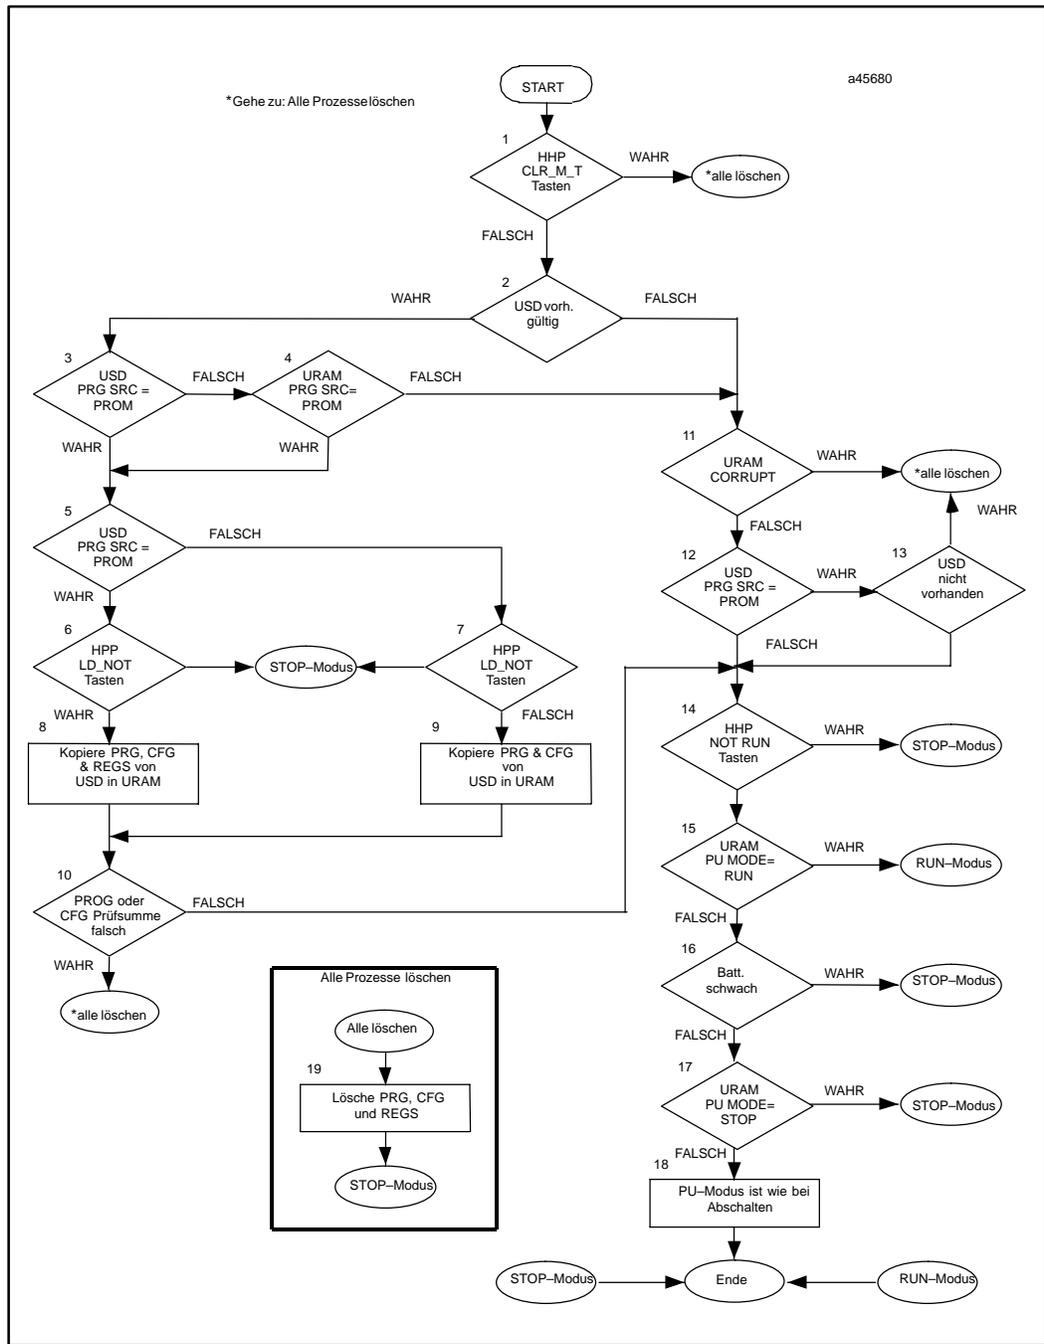

Abbildung 2-5 Einschaltsequenz
- (1) Die CPU führt einen Selbsttest durch. Hierzu gehört die Überprüfung eines Teils des batteriegepufferten RAMs um festzustellen, ob der RAM gültige Daten enthält.
- (2) Gibt es ein EPROM, EEPROM oder Flash Memory und gibt die PROM-Einschaltoption an, daß der Inhalt des PROMs benutzt werden soll, wird der Inhalt des PROMs in den RAM kopiert. Gibt es kein EPROM, EEPROM oder Flash Memory, bleibt der RAM unverändert und wird nicht durch den Inhalt des PROMs überschrieben.
- (3) Die CPU fragt die einzelnen Steckplätze im System ab um festzustellen, welche Module vorhanden sind.
- (4) Die Hardwarekonfiguration wird nun mit der Softwarekonfiguration verglichen. Erkannte Diskrepanzen werden als Fehler bewertet und gemeldet. Entspricht ein eingebautes Modul nicht den Angaben in der Softwarekonfiguration, wird dies auch als Fehler bewertet und gemeldet.
- (5) Liegt keine Softwarekonfiguration vor, verwendet die CPU die Standardkonfiguration.
- (6) Die CPU richtet die Kommunikationskanäle zwischen ihr und den intelligenten Modulen ein.
- (7) Im letzten Schritt wird der Modus des ersten Zyklus auf der Grundlage der CPU-Konfiguration bestimmt. Bei RUN läuft der Zyklus so ab, wie unter "Übergang von STOP auf RUN" beschrieben. Abbildung 2-5 auf der nächsten Seite zeigt die Entscheidungsfolge für die CPU bei der Festlegung, ob aus dem PROM kopiert wird und ob der Hochlauf im Modus RUN oder STOP erfolgt.